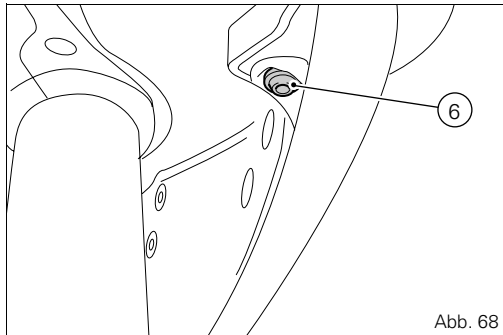

Abb. 68
- die zwei Schrauben (1) für die Befestigung an den Verkleidungshaltern
- die sechs Schrauben (2) für die Befestigung an der Cockpitverkleidung
- die vier Schrauben (3) für die Befestigung am Rahmen
- die zwei unteren Schrauben (4) für die Befestigung von rechter mit linker Verkleidung
- die zwei Schrauben (5) für die Befestigung am Ölkühler
- die zwei vorderen Schrauben (6, Abb. 68) für die Befestigung an der Cockpitverkleidung.